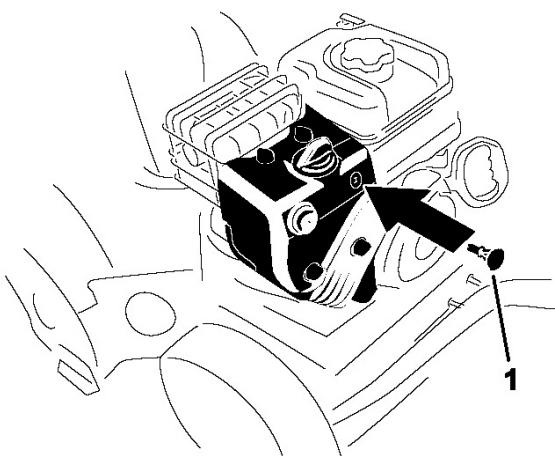

Рисунок 19.
- Вставьте ключ зажигания (рис. 19).